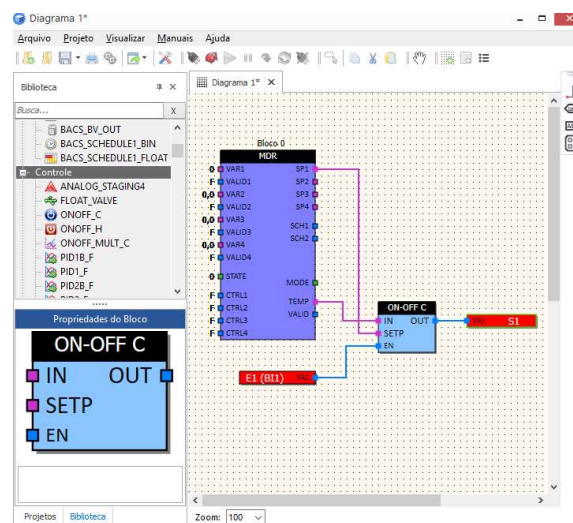

Figura 9
11. Conecte a saída de temperatura do bloco MDR na entrada "IN" do bloco ON-OFF C (Figura 9);
12. Conecte a saída de setpoint do bloco MDR na entrada "SetP" do bloco ON-OFF C (Figura 9);